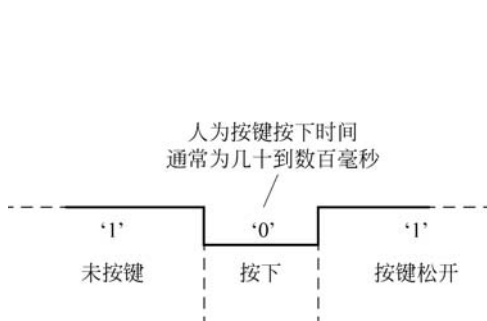

图 5-6 键的连击
(1) 键的连击问题。连击会在一次按键中产生多次击键的效果,如图 5-6 所示,人为按键按下时间通常为几十到数百毫秒,若是程序在循环中不断检测按键是否按下,在按键按下的时间中,循环检测程序已经执行多次,会造成一次按下执行多次操作。对于这类问题,在键盘编程中常采用等待按键释放的处理方法来消除连击,使得每次按键仅产生一次键的处理效果。这样就可以避免当某个按键还未松开时,键扫描程序和处理程序已执行多遍。